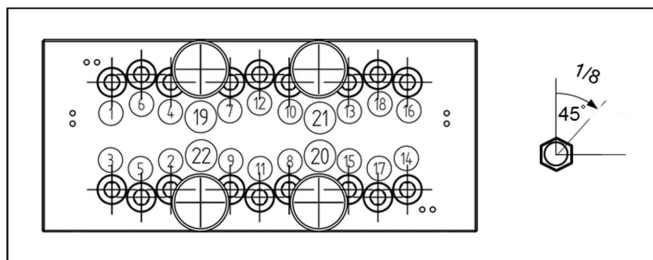

Figure 19 : Ordre de serrage des raccords à vis
3. Vérifier que tous les serrages sont effectués avec une rotation maximale de 45°, selon la séquence de la figure 19 : Ordre de serrage des raccords à vis